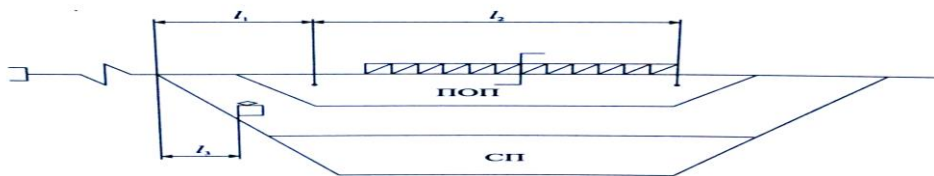

Рис. 2.3 - Схема для расчета времени на расформирование ж/д подвижного состава
2. Рассчитать по рис. 2.3 время на расформирование ж/д подвижного состава на вытяжном ж/д пути (исходные данные принять из табл. 2.2).
5. Схема для расчета времени на расформирование ж/д подвижного состава (рис. 2.3).
2.1. Вычертить схему по варианту (рис. 2.3).